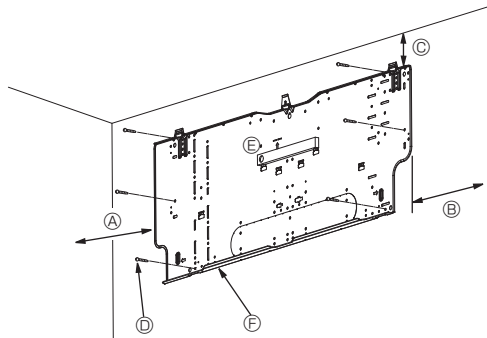

Fig. 3-4
■ PKFY-WL-NKMU-E (Fig. 3-4)
- ▲ D Tornillos de fijación (4 x 25) ②
- ▲ F Placa de montaje ①